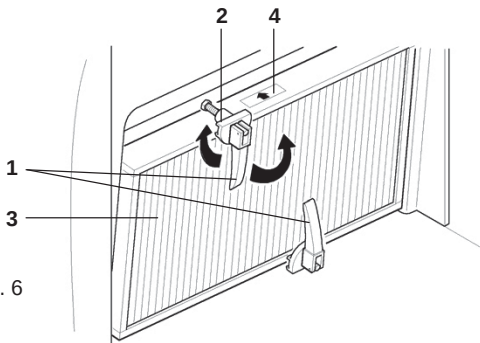

Fig. 6
- Ouvrir les poignées (pos. 1)
- Tourner les butées (pos. 2) de 180°
- Remplacer le filtre (pos. 3)
- La flèche (pos. 4) doit être orienté dans la direction du flux d'air, de l'extérieur vers l'intérieur de la machine.
ATTENTION : introduire le filtre dans la direction indiquée sur celui-ci (pos. 4 Fig.6).